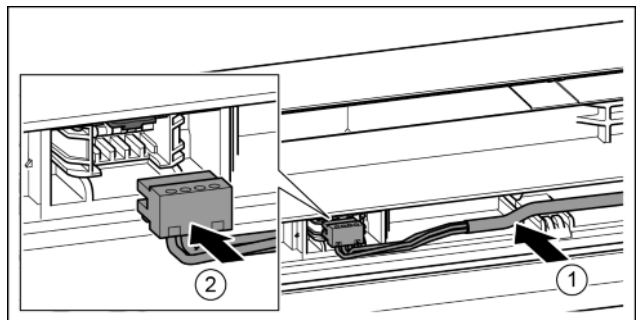

Fig. 36
- ▶ Graues Kabel in die Führung in der oberen Tür einlegen. *Fig. 36 (1)*
- ▶ Stecker einrasten. *Fig. 36 (2)*